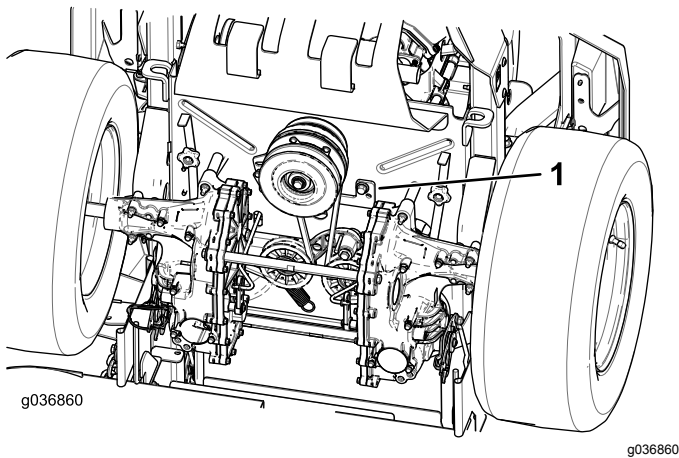

Bild 66
5. Entfernen Sie den Kupplungsanschlag (**Bild 66**).
9. Montieren Sie den Kupplungsanschlag (**Bild 66**).